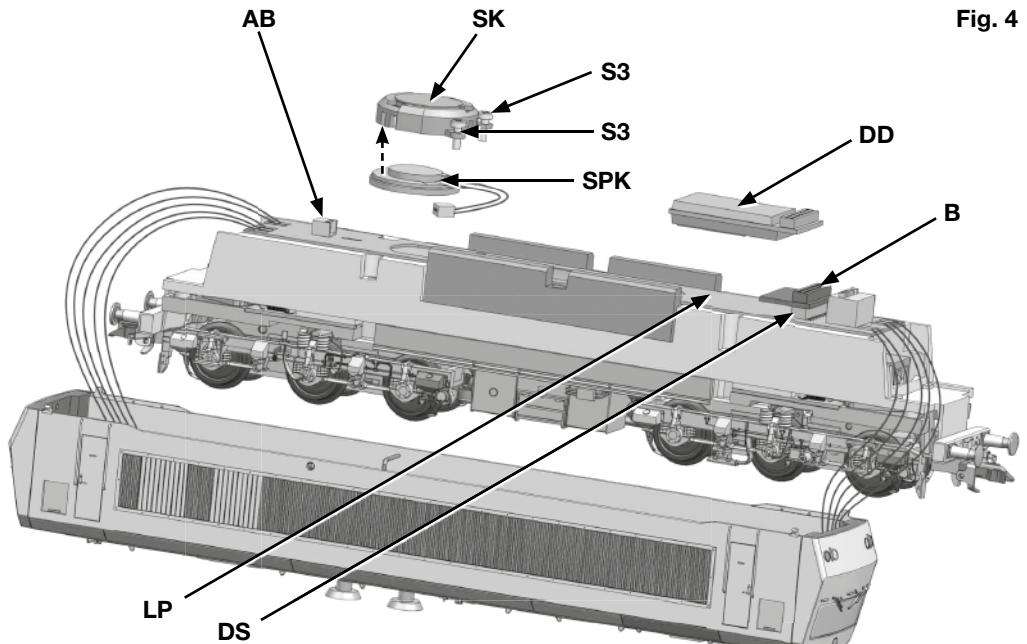

Fig. 4
Bevor Sie umrüsten überzeugen Sie sich bitte, dass im Gleichstrom-Betrieb alle Funktionen in Ordnung sind. Auf der Leiterplatte (LP) befindet sich die 21-polige Decoder-Schnittstelle (DS), siehe **Abb. 4**. Ziehen Sie den Brückenstecker (B) ab und stecken Sie den Digital-Decoder (DD) auf.
Die Lokomotive ist bereits komplett für den Loksound-Betrieb vorbereitet. Zum Einbau des Lautsprechers (SPK) schrauben Sie bitte die Schallkapsel (SK) durch Lösen der **beiden** Schrauben (S3) ab und klipsen Sie einen Lautsprecher – z.B. der Firma ESU – mit  $\varnothing$  20 mm mit der **Membrane nach außen** hinein, siehe **Abb. 4** (der Magnet muss sich in der Schallkapsel befinden).
Before commencing, please check that all functions are operating correctly in DC mode. The 21-pin digital interface (**DS**) is located on the circuit board (**LP**), see **Fig. 4**. Remove the bridging plug (**B**) and plug in the digital decoder (**DD**).
This model is supplied ready for installation of a loco sound system. In order to install the speaker (**SPK**), first loosen both screws (**S3**) which secure the sound capsule (**SK**) and remove the latter; then clip the 20mm diameter speaker – e.g. as supplied by ESU – into place with the membrane facing outwards, see **Fig. 4** (so that the magnet is located within the sound capsule).